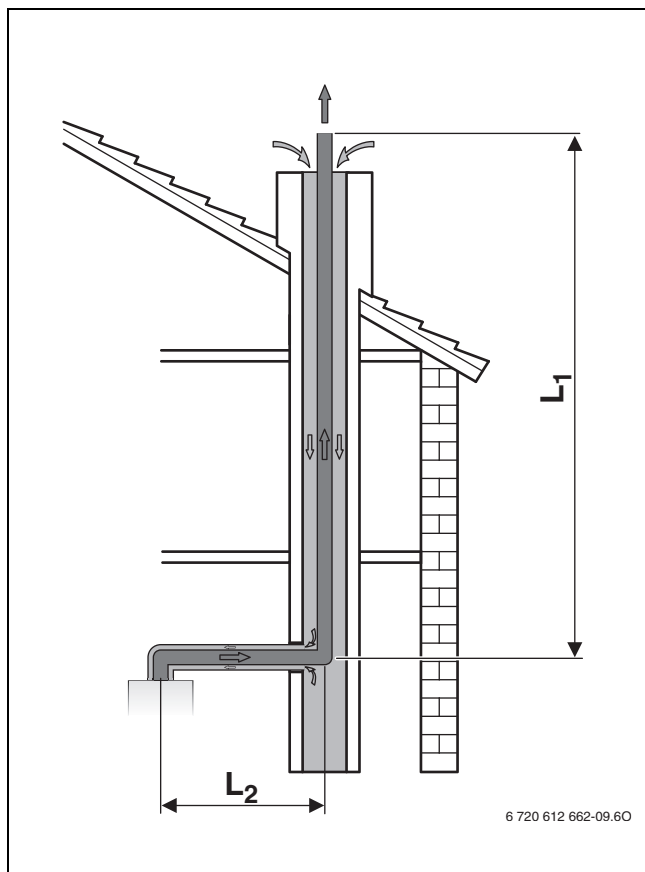

Рис. 11 Дымовая труба в шахте по C₉₃
- Если воздух для горения проходит по шахте в противоположном к потоку дымовых газов направлению (→ рис. 11), шахту нужно чистить.